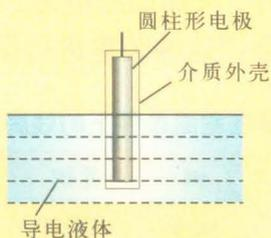
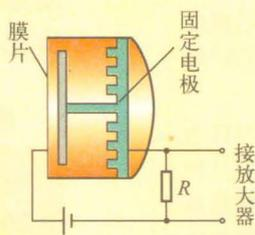

图3-1-5 电容式液位计
图3-1-6 电容式话筒
3. 图3-1-5是电容式液位计的原理图。把一个圆柱形的金属电极用绝缘材料包裹起来作为探头，插入导电液体表面，导电的液体构成另一电极，用这样的装置，就能测量液面的高低。图3-1-6是电容式话筒的原理图，膜片与固定电极构成一个电容器，用直流电源充电，当声波使膜片振动时，电容发生变化，电路中就可以形成变化的电流，于是电阻 R 两端就输出了与声音变化规律相同的电压。试分析这两个敏感元件的工作原理，它们改变电容的方式有何区别？